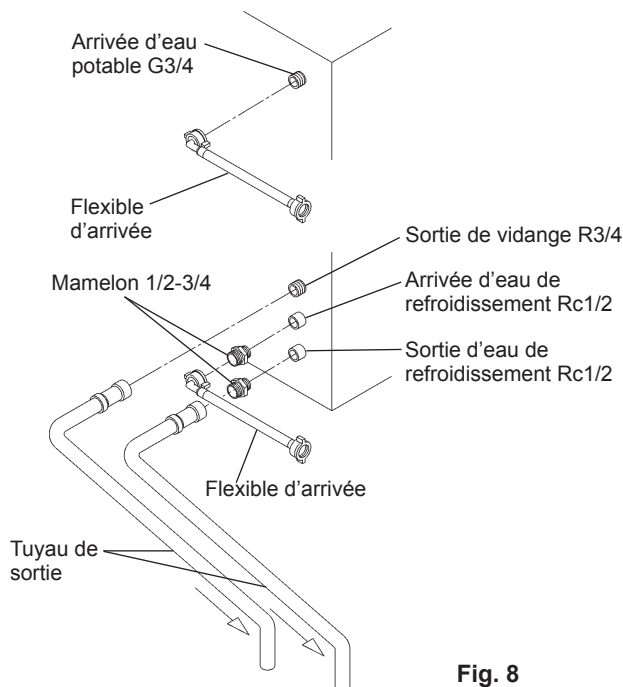

Fig. 8
[b] Branchements conformes à des réglementations autres que celles du WRC à l'aide des tuyaux accessoires (Fig. 8)
2) Pour les branchements du condenseur, utiliser les tuyaux accessoires livrés et effectuer les mêmes branchements qu'aux paragraphes 1) à 3) de [a] ci-dessus avec les extrémités libres des mamelons 1/2-3/4 comme indiqué (Fig. 8).